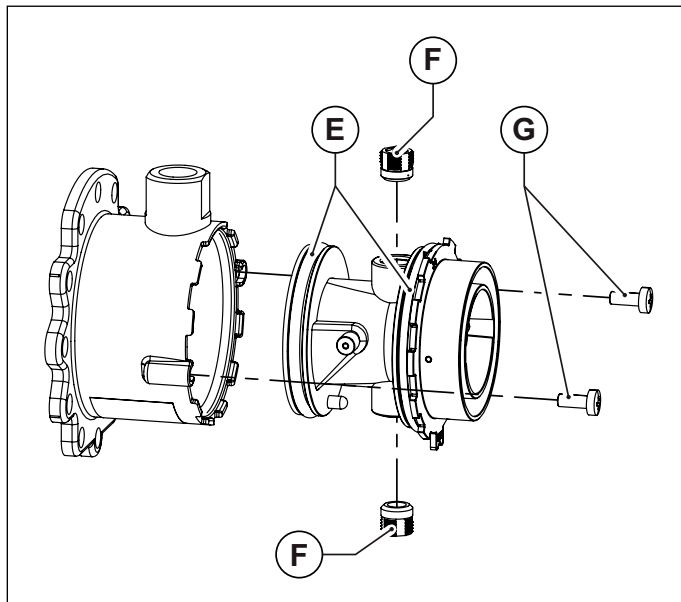
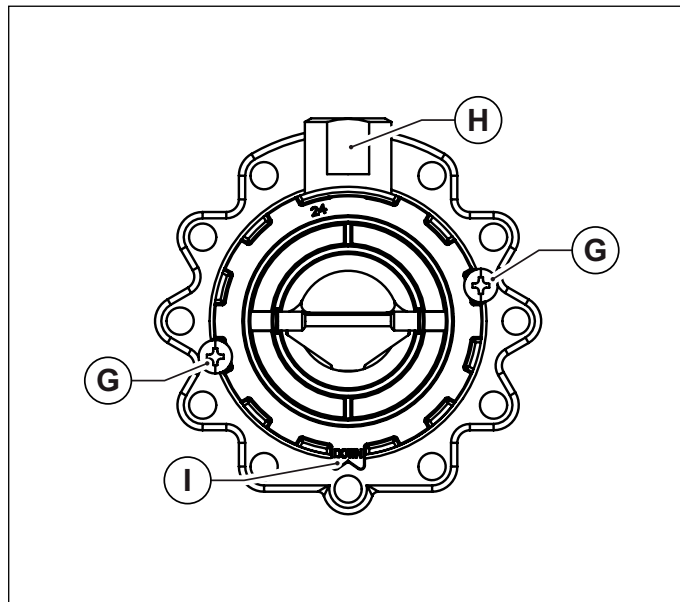

Fig. 43 Corpul din plastic al amestecătorului
Fig. 44 Orientare pentru montaj
- Desfaceți corpul din plastic al amestecătorului, deșurubând cele două șuruburi de fixare (vezi Fig. 43 Corpul din plastic al amestecătorului).
- Desfaceți cele două duze ale amestecătorului utilizând o cheie cu imbus de 6 mm (vezi Fig. 43 Corpul din plastic al amestecătorului).
- Montați din nou corpul din plastic (Venturi) introducându-l în amestecător și înșurubând șuruburile de fixare, având grijă să nu deteriorați garniturile inelare montate la extremitățile corpului din plastic (vezi Fig. 43 Corpul din plastic al amestecătorului) și să respectați orientarea montajului (vezi Fig. 44 Orientare pentru montaj).
- Montați amestecătorul reasamblat la ventilator cu șuruburile cu imbus, având grijă să re poziționați între amestecător și ventilator, garnitura inelară de etanșare (vezi Fig. 43 Corpul din plastic al amestecătorului).